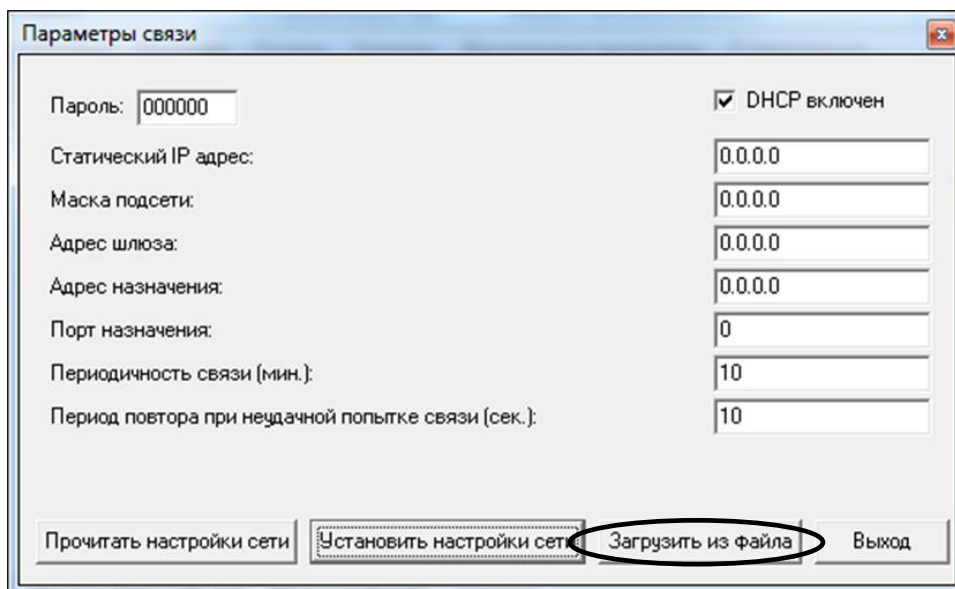

Рисунок 31
У вікні «Параметры связи» з'являться параметри налаштування запрограмовані у пам'ять реєстратора (рисунок 31).
6.1.7 Для завантаження параметрів із текстового файлу натиснути кнопку «Загрузить из файла» (рисунок 31). У вікні, що з'явиться обрати файл з параметрами зв'язку реєстратора (рисунок 33). Натиснути «Открыть».